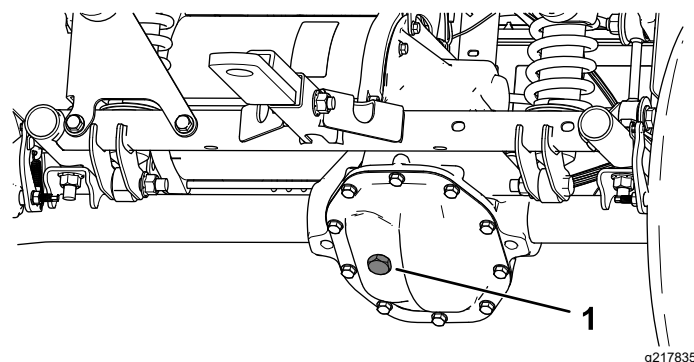

図 51
4. トランスアクスルについている補給プラグを外す (図 51)。
5. オイルの量が少ない場合は、補給プラグを取り、穴からあふれ出てくるまで所定のオイルを補給する (図 51)。
4. トランスアクスルの補給プラグを外して、穴から所定のオイルを入れる。補給穴からあふれ出てくるまで入れること図 51。